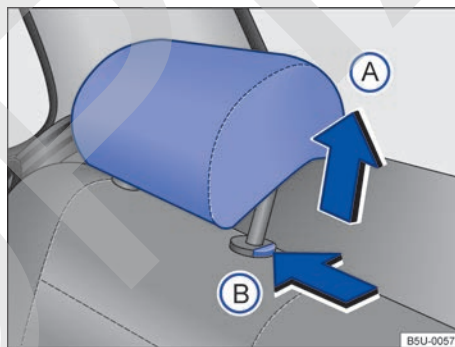

Fig. 37 Ajustar el apoyacabezas trasero.
- Empujar el apoyacabezas hacia arriba en el sentido de la flecha → fig. 37 (A) o con la tecla → fig. 37 (B) presionada, empujar hacia abajo → ▲.